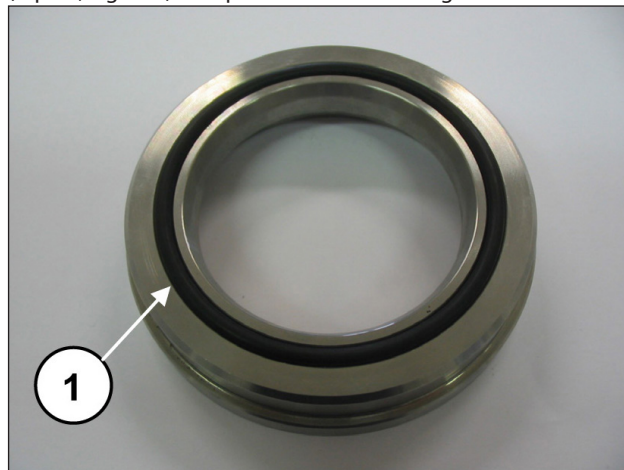

Fig. 200
Monter le joint torique sur la bague de tête de segments KC (rep. ①, Fig. 200) et le positionner dans le logement sur la tête.